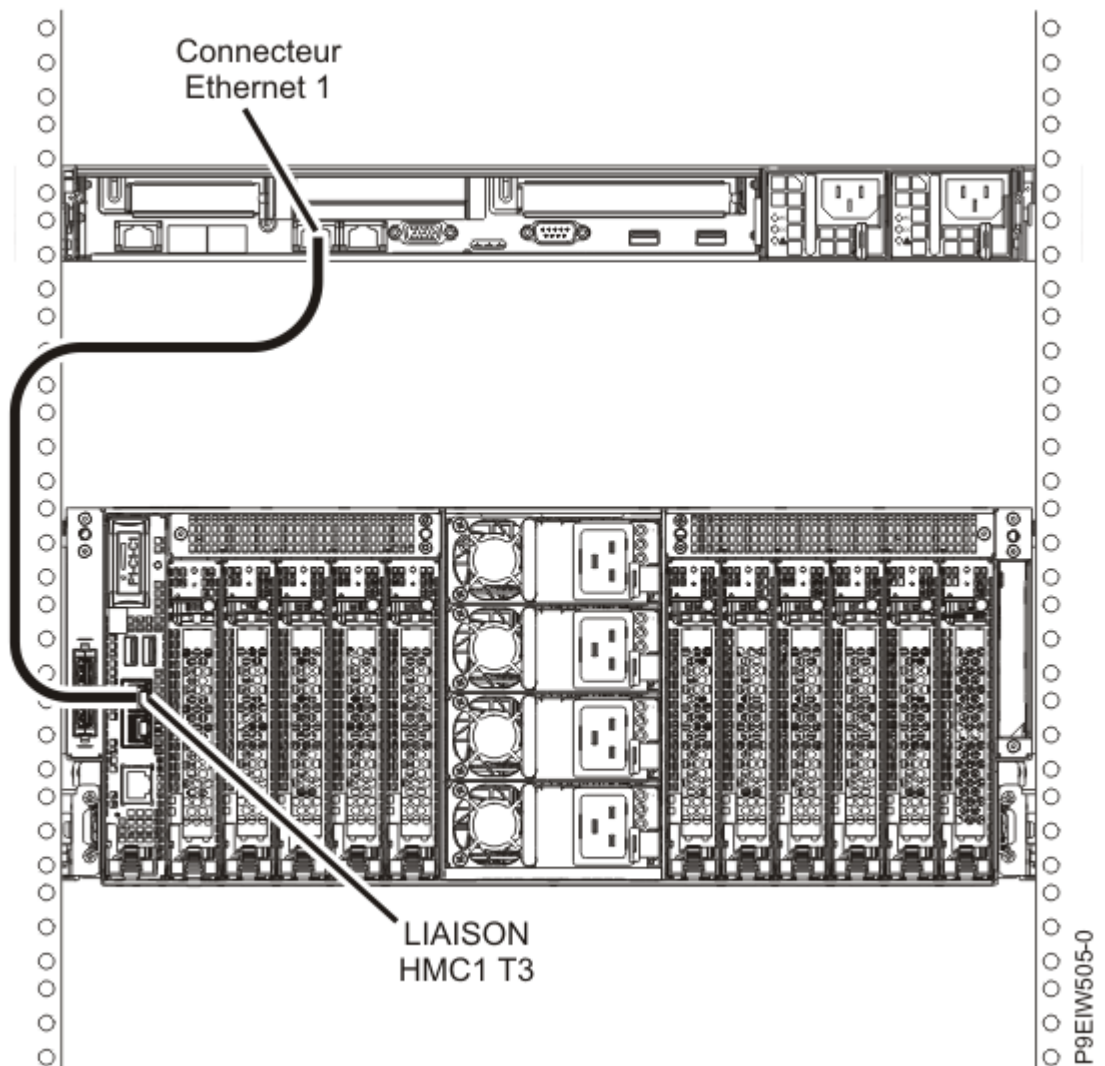

Figure 31. Connexion directe de la console HMC au système géré
1. Si vous souhaitez connecter directement la console HMC au système géré, reliez le **connecteur Ethernet 1** de la console HMC au port **HMC1 (T3)** du système géré, comme illustré à la Figure 31, à la page 35